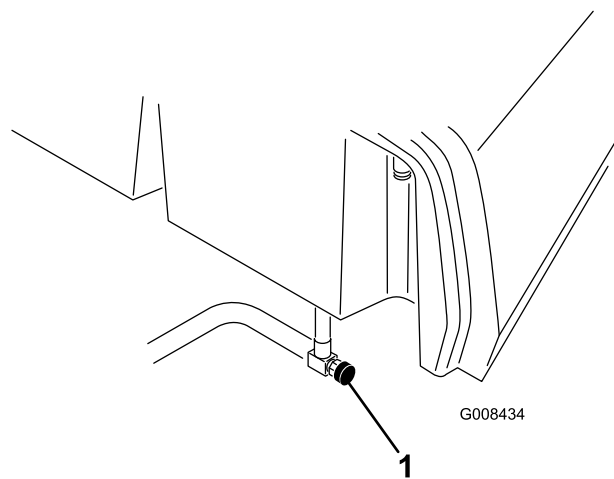

Bild 36
1. Schließen Sie den Kraftstoffhahn (Bild 36) unter dem Kraftstofftank.